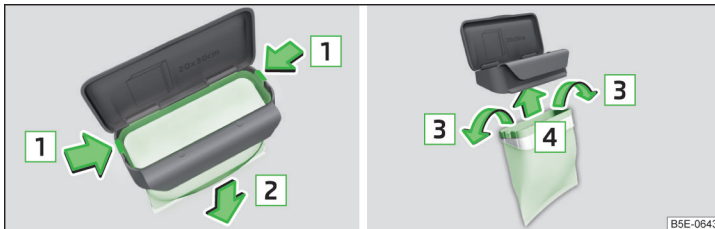

Abb. 116 Beutel ersetzen
- Die beiden Rastnasen am Rahmen in Pfeilrichtung **1** abdrücken » Abb. 116.